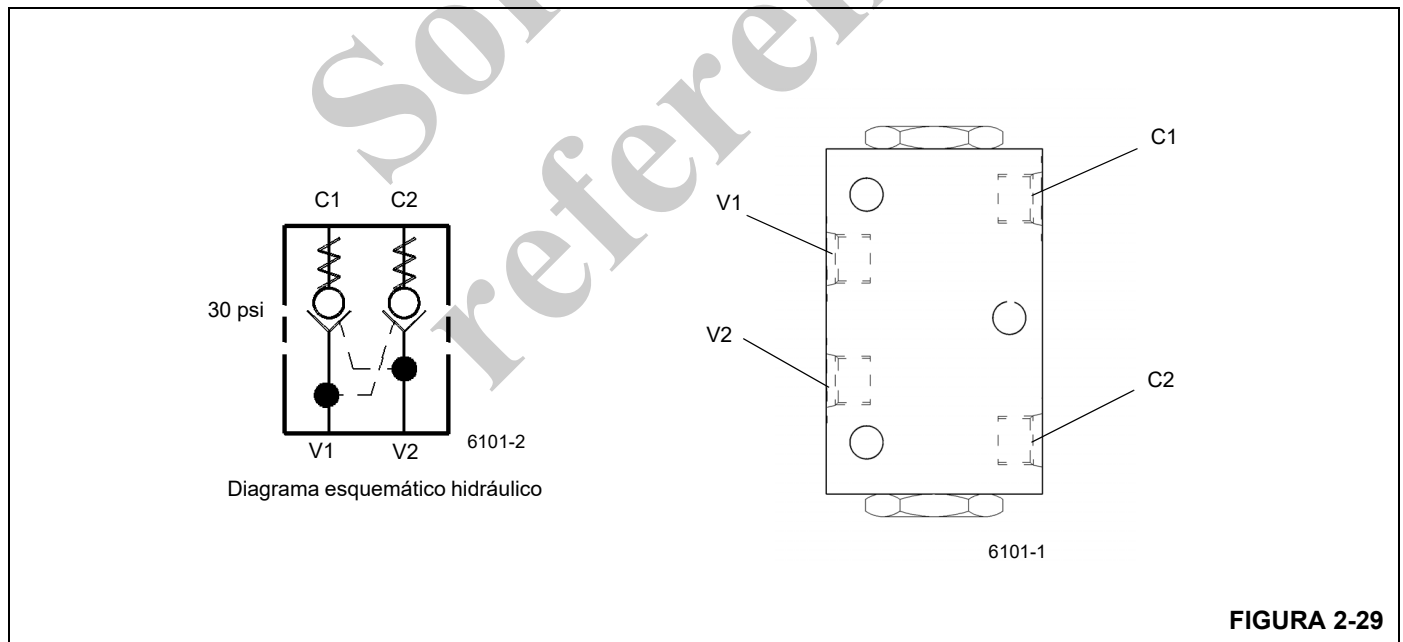

FIGURA 2-29
La válvula de retención accionada por piloto (PO) doble (Figura 2-29) se encuentra en el exterior de la placa lateral izquierda de la superestructura, detrás de la cabina. Se usa para sujetar o bloquear el cilindro de inclinación de la cabina en su lugar. El flujo de aceite se dirige de la lumbrera "V" a las lumbreras "C", mientras se impide el flujo en el sentido opuesto. El flujo se invierte de "C" a "V" cuando el aceite de presión piloto se aplica a la lumbrera "V" del lado opuesto.